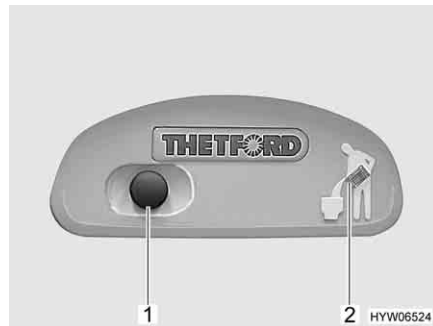
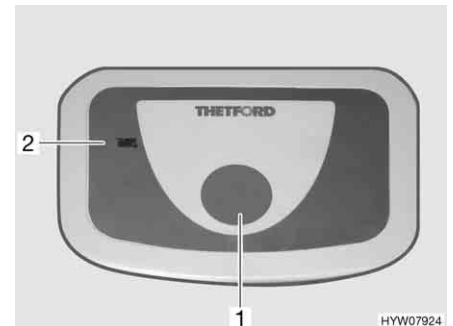

Bild 254 Spolknapp/kontrollampa Thetford-toalett
Bild 255 Spolknapp/kontrollampa Thetford-toalett (alternativ)
- För att spola, tryck på den blå spolknappen (Bild 254,1 resp. Bild 255,1).
Kontrollampan (Bild 254,2 resp. Bild 255,2) lyser när latrintanken måste tömmas.